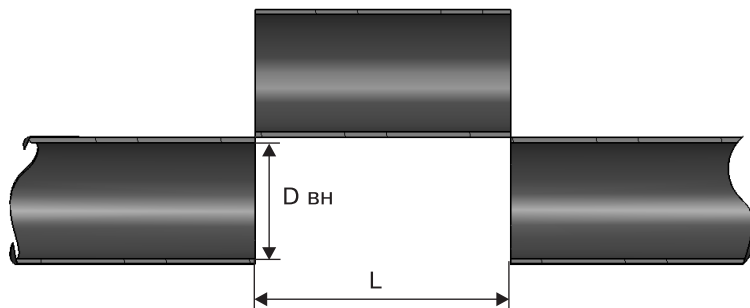

Рисунок 2.3 – Схема вырезки трубопровода для установки расходомера
2.2.4.1 Вырезать участок трубы длиной L (рисунок 2.3).